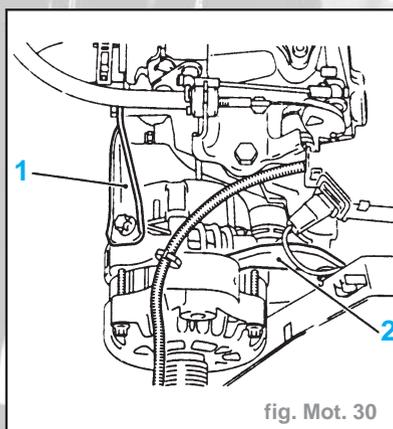

fig. Mot. 30
- Démontez le support (1) de l'alternateur et de la tubulure d'admission. Détacher l'alternateur de la bride (2) et le pivoter vers l'arrière (fig. Mot. 30).